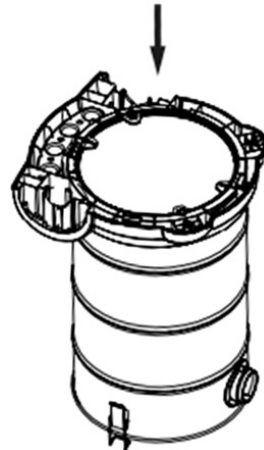

Fig. 2 – Posicionamento para montagem das rodas
- Para facilitar a montagem, deixe o local onde serão instaladas as rodas para cima (Fig. 2).